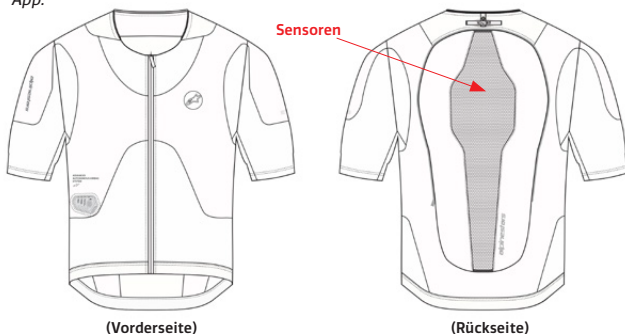

Abbildung 1 - Lage der Sensoren
Das System besteht aus einem Airbag-Steuergerät (5) mit eingebauten Sensoren (Abbildung 1). Die Sensoren des Airbag-Steuergeräts (5) bestehen aus einem triaxialen Beschleunigungsmesser und einem triaxialen Gyroskop, die sich im Rückenprotector (4) befinden. Diese Sensoren überwachen den Körper des Benutzers auf Erschütterungen oder unerwartete Bewegungen. Sollte der Körper des Benutzers einer hohen und/oder plötzlichen Energiemenge ausgesetzt sein, wird das System ausgelöst. Dies kann der Fall sein, wenn das Motorrad in einen Unfall verwickelt ist, z. B. wenn das Motorrad mit einem anderen Fahrzeug oder einem Gegenstand kollidiert, wenn der Fahrer die Kontrolle über das Motorrad verliert oder wenn der Fahrer vom Motorrad stürzt.